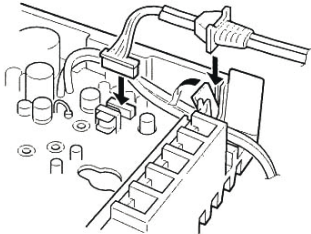

Рис.2
- (3) Вставьте разъем как показано ниже. (рис.2)